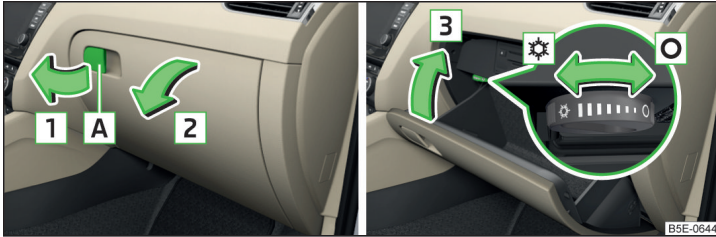

Abb. 104 Ablagefach öffnen / Ablagefach schließen und Luftzufuhr bedienen
- Zum **Öffnen** den Griff **A** in Pfeilrichtung **1** ziehen und den Deckel in Pfeilrichtung **2** klappen » Abb. 104.
- Zum **Öffnen** den Drehschalter bis zum Anschlag in die Position ***** drehen » Abb. 104.